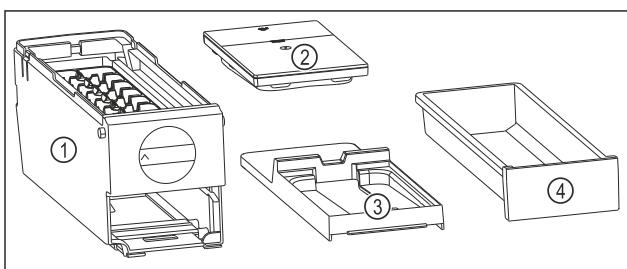

Fig. 214 Составные части EasyTwist-Ice
- ▶ EasyTwist-Ice разобран на четыре части. (см. Fig. 214)
- ▶ Разбирайте EasyTwist-Ice только на составные части, представленные на рисунке. (см. Fig. 214)
- ▶ Очищайте корпус EasyTwist-Ice Fig. 214 (1) как цельное устройство.